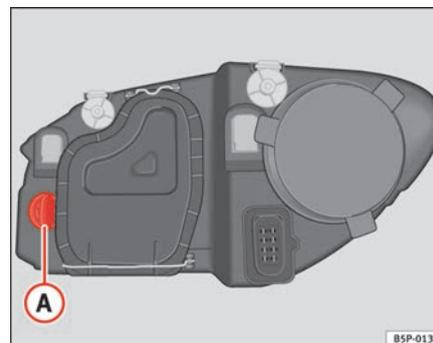

Fig. 180 Lampe du feu clignotant
- Tournez le porte-lampes ⇒ fig. 180 Ⓐ vers la gauche puis tirez.